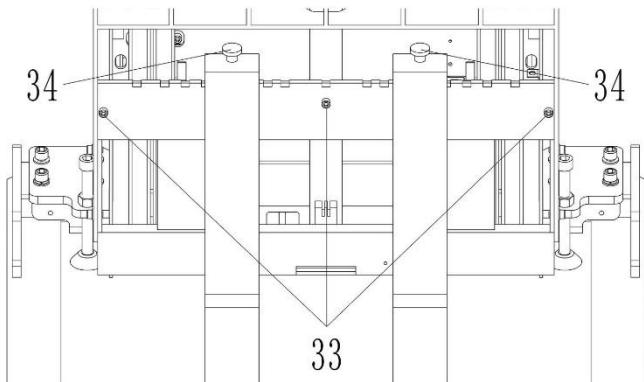

Рис. 12: Регулировка вил
- Перед регулировкой вил проверьте, установлен ли предохранительный болт (рис. 12, поз. 33). Если предохранительный болт не установлен, эксплуатация погрузчика запрещена.
- Зажмите позиционирующий штифт (рис. 12, поз. 34) в фиксирующее гнездо, чтобы избежать случайного перемещения вил.
- После замены вил установите предохранительный болт (рис. 12, поз. 33) и проверьте правильность положения предохранительного болта.
- Снимите предохранительный болт (рис. 12, поз. 33).